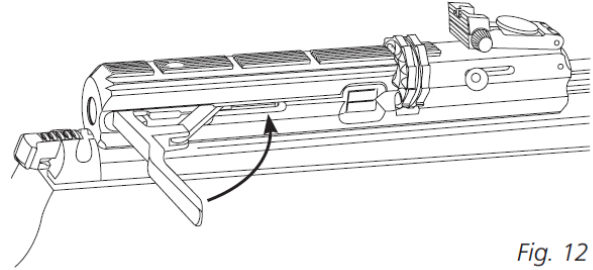

Fig. 12
- Før ladegrebet frem, som er vist på Fig. 12.